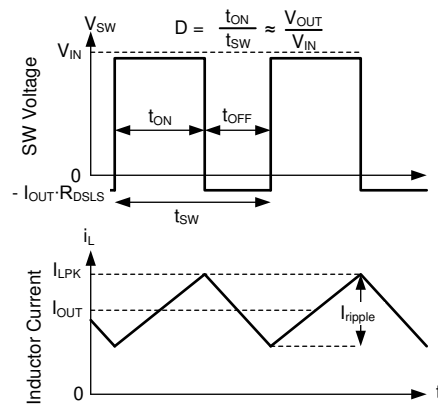

図 7-14. 連続モード (CCM) における SW 電圧とインダクタ電流の波形
LMR36506 の以下の動作の説明は、セクション 7.2 と図 7-14 の波形を参照しています。CCM では、LMR36506 は、内蔵ハイサイド (HS) およびローサイド (LS) スイッチを各種デューティ サイクル (D) でオンにすることで、出力電圧のレギュレーションを実現します。HS スイッチのオン時間の間、SW ピンの電圧 (V_{SW}) は V_{IN} の付近までスイングし、インダクタ電流 (i_L) は線形的な傾きで増加します。HS スイッチは、制御ロジックによってオフにされます。HS スイッチのオフ時間 (t_{OFF}) の間、LS スイッチはオンにされます。インダクタ電流は LS スイッチを通して放電され、LS スイッチの両端の電圧降下によって V_{SW} をグランドの下まで強制的にスイングさせます。一定の出力電圧を維持するため、コンバータ ループはデューティ サイクルを調整します。D は、HS スイッチのオン時間をスイッチング周期で割った値として次のように定義されます。